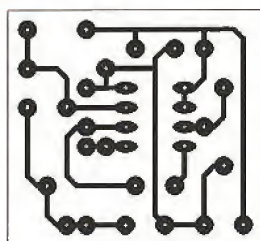

Figure 2
Le petit circuit imprimé de la figure 2 a été dessiné en tenant compte des impératifs topologiques propres à ce genre de montage. Équipé
En plus de leurs simplicité et facilité d'emploi, ces composants incluent toutes les interfaces nécessaires à leur commande par microcontrôleur (voir **figure 2**). Les adresses et les lignes de commande peuvent en effet être contrôlées par ce dernier afin d'accomplir des tâches variées telles, par exemple, l'assemblage de messages ou leur mélange.
■ Figure 2